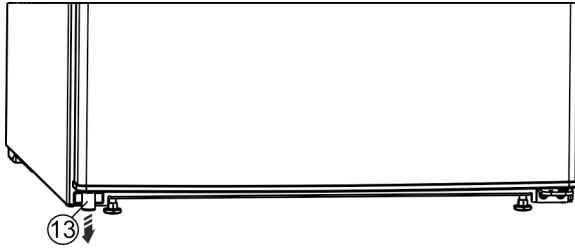

Fig. 13 \*
- Estrarre il distanziatore Fig. 13 (13) dalla porta, in basso a sinistra.\*